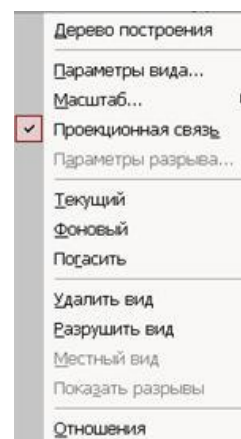

Рис. 39 Контекстное меню редактирования вида
2. Щелкнуть правой клавишей мыши внутри габаритной рамки для вызова контекстного меню (рис.39).